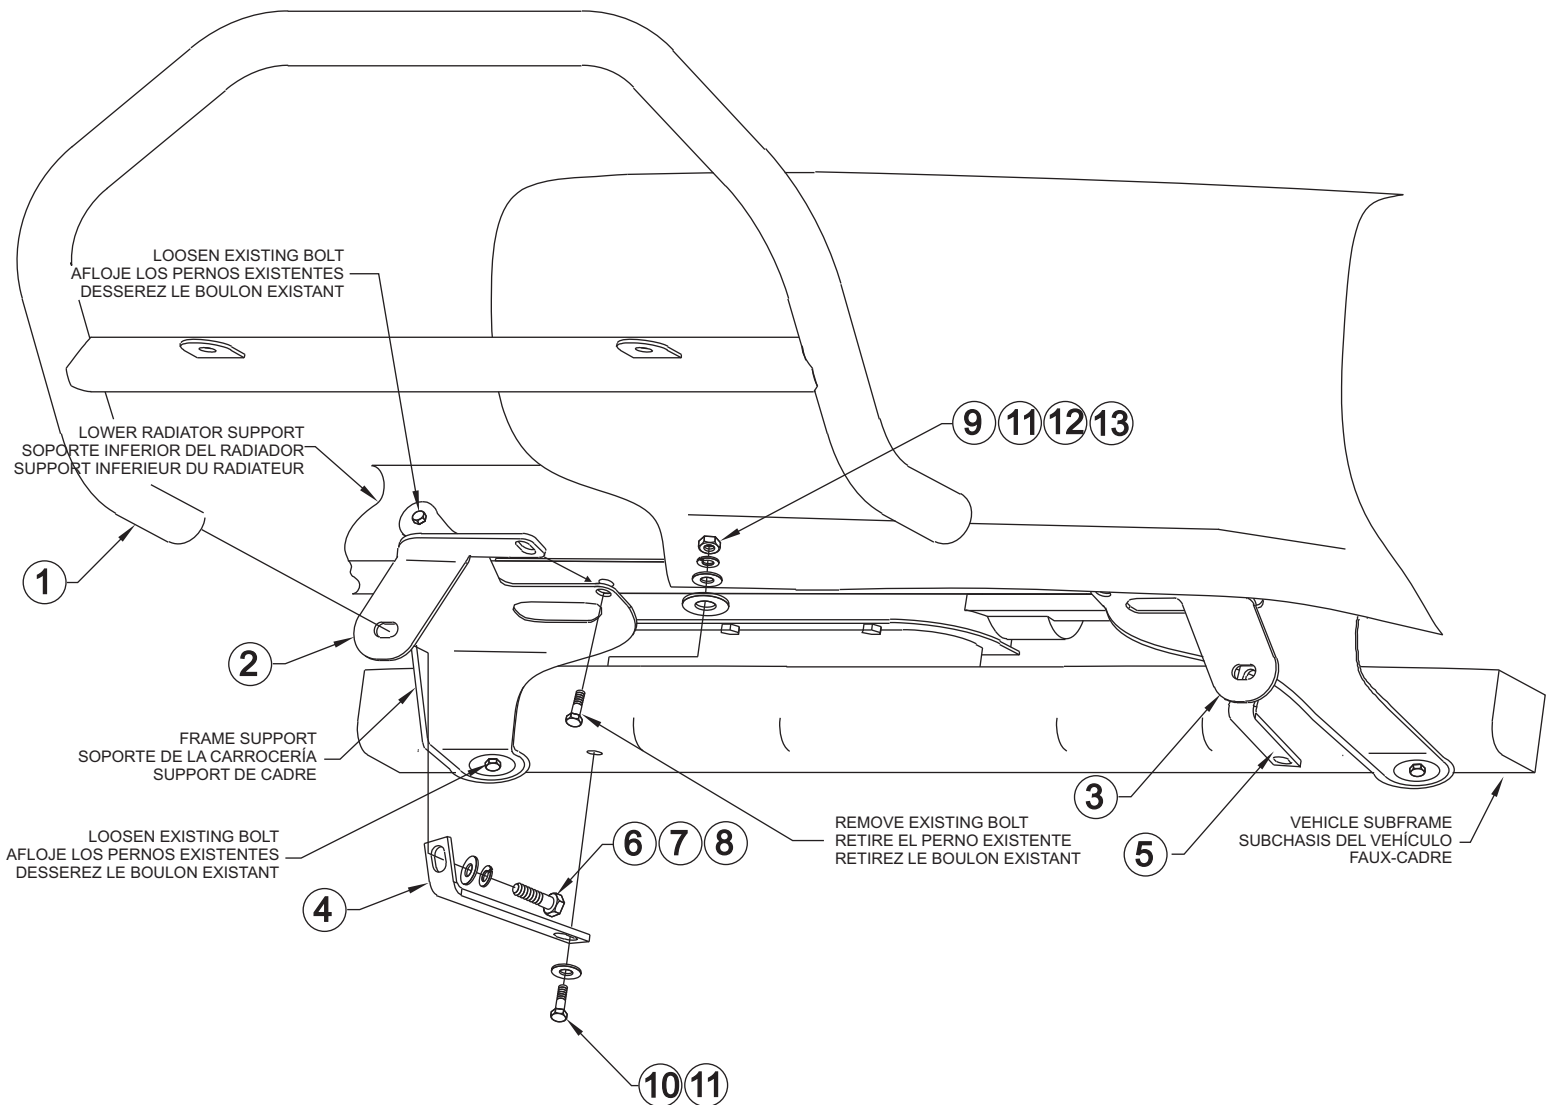

FIGURE 1 FIGURA 1 FIGURE 1
- STEP 3. Remove (8) bolts and (2) push type retainers from lower splash shield. Remove plastic splash shield to gain access to mounting locations.
- STEP 4. Locate and remove 10mm bolt from bottom radiator support. Loosen 10mm bolt on front radiator support and loosen body to sub-frame mounting bolt. **DO NOT REMOVE THESE BOLTS. SEE FIGURE 1 .**
- ETAPE 3. Retirez les boulons (8) et les dispositifs de retenue pousseurs (2) du bouclier inférieur. Retirez le bouclier de plastique afin d'accéder aux emplacements de montage.
- ETAPE 4. Situez et retirez le boulon 10mm du support inférieur du radiateur. Desserrez le boulon 10mm du support inférieur du radiateur et desserrez le boulon de montage reliant le faux-cadre à la carrosserie. **NE PAS ENLEVER CES BOULONS. VOIR FIGURE 1 .**